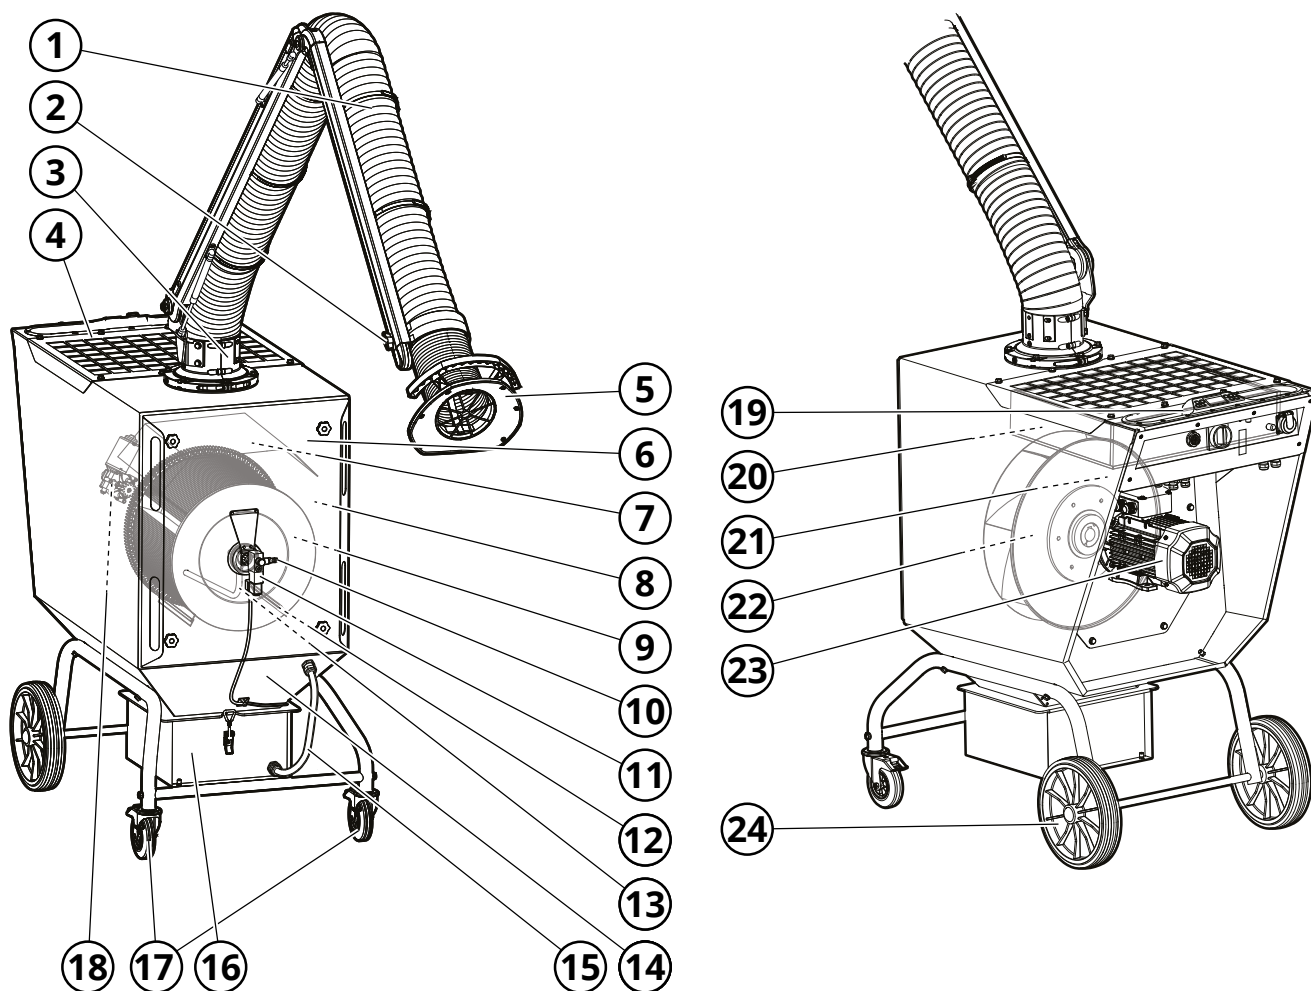

Fig. 2
Se Fig. 2.
Förorenad luft sugas in via punktutsuget (1, **Fig. 2**) till maskinens smutsiga sida (8), där luften renas genom filterpatronen (9). Filtreringsgraden är  $\geq 99\%$  för rök- och dammföroreningar från svetsning av höglegerade stål, som t.ex. stål med en nickel- och kromhalt på 30%. Därefter sugas den renade luften genom fläkthjulet (22) och skickas vidare ut från filterenhetens rena sida (21) genom utloppsgallret (4).